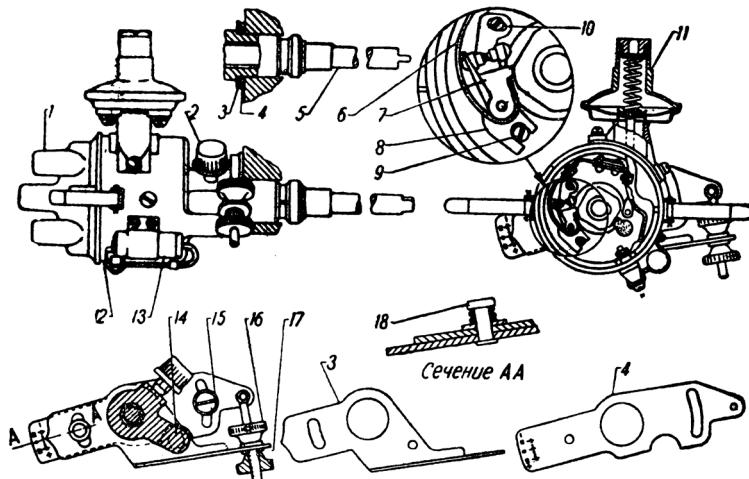

Рис. 22. Распределитель зажигания.
Для изменения зазора следует ослабить винт 10 (рис. 22), крепящий пластину, несущую неподвижный контакт прерывателя, и, вращая винт 9, установить по щупу требуемый зазор. После установки правильного зазора завернуть фиксирующий винт 10 крепления пластины.
8. Гайками 16 и 17 (рис. 22) плавной винтовкой установить шкалу октан-корректора на нулевое деление.